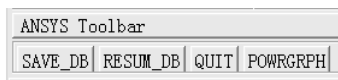

图 10-13 工具条
(2) 单击 “Glue Areas” 窗口上的 “Pick All” 按钮, 将所有的型钢组件 “焊接在一起”。注意: 因为模型比较大, 这个过程会耗时几十秒。耐心等待! 同时, 注意观察型钢连接处的处理技巧。
(3) 单击操作界面左上角工具条中的 “SAVE_DB” 按钮 (见图 10-13), 保存文件。如果看不到 “SAVE_DB” 按钮, 可以先单击一下 “ANSYS Toolbar”。